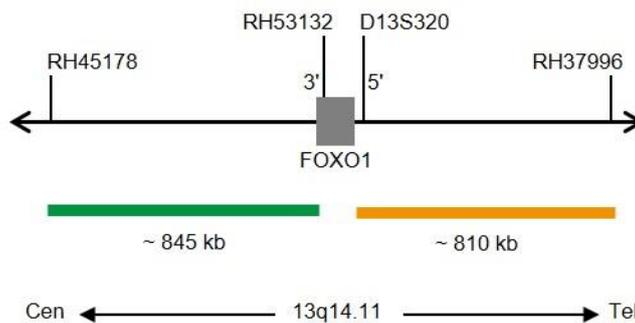

Fig. 1: SPEC FOXO1 Mapa de la sonda (no está a escala)
- Polinucleótidos marcados en verde (excitación a 503 nm/emisión a 528 nm) ZyGreen (~10 ng/μl), dirigidos a secuencias localizadas en 13q14.11\* (chr13:40,285,558-41,132,595) proximales a la región del punto de ruptura de FOXO1 (ver Fig. 1).
- Polinucleótidos marcados en naranja (excitación a 547 nm/emisión a 572 nm) ZyOrange (~4,5 ng/μl), dirigidos a secuencias localizadas en 13q14.11\* (chr13:41,246,917-42,054,781) distales a la región del punto de ruptura de FOXO1 (ver Fig. 1).